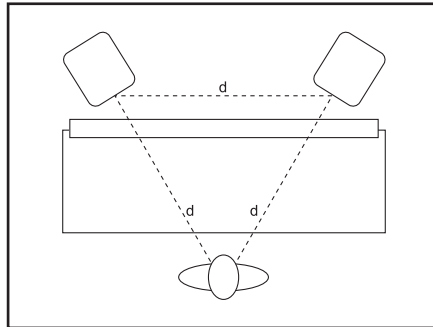

Figure 3.1
- *Configuration de champ intermédiaire* – Cette configuration est semblable à la configuration de champ proche. Celle-ci est normalement utilisée avec des moniteurs plus larges ou lorsque les moniteurs sont trop grands ou trop lourds pour l'indicateur de chevrottement. Cette configuration a le potentiel d'une zone d'impact plus importante et d'une meilleure imagerie spatiale. Veillez à ce que la hauteur du woofer soit supérieure à celle de la console. (Figure 3.1)